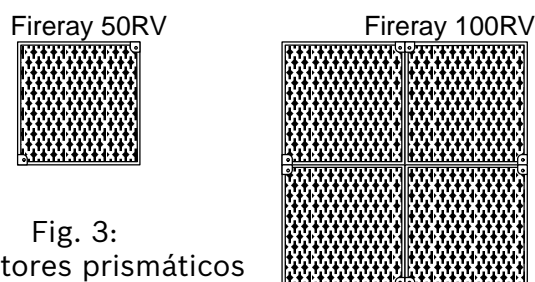

Fig. 3:
- Cada reflector se fija mediante dos taladros de montaje ( $\varnothing$  3 mm). Colocar los cuatro reflectores para el Fireray 100RV de tal modo que no existan taladros de montaje en el centro (ver fig. 3).